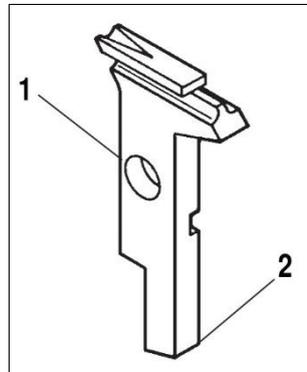

Abbildung 3: Codierung Abisolierereinsatz
Der Abisolierereinsatz für pneumatisches Werkzeug (1) ist farbcodiert (2) siehe Abbildung 3: Codierung Abisolierereinsatz.